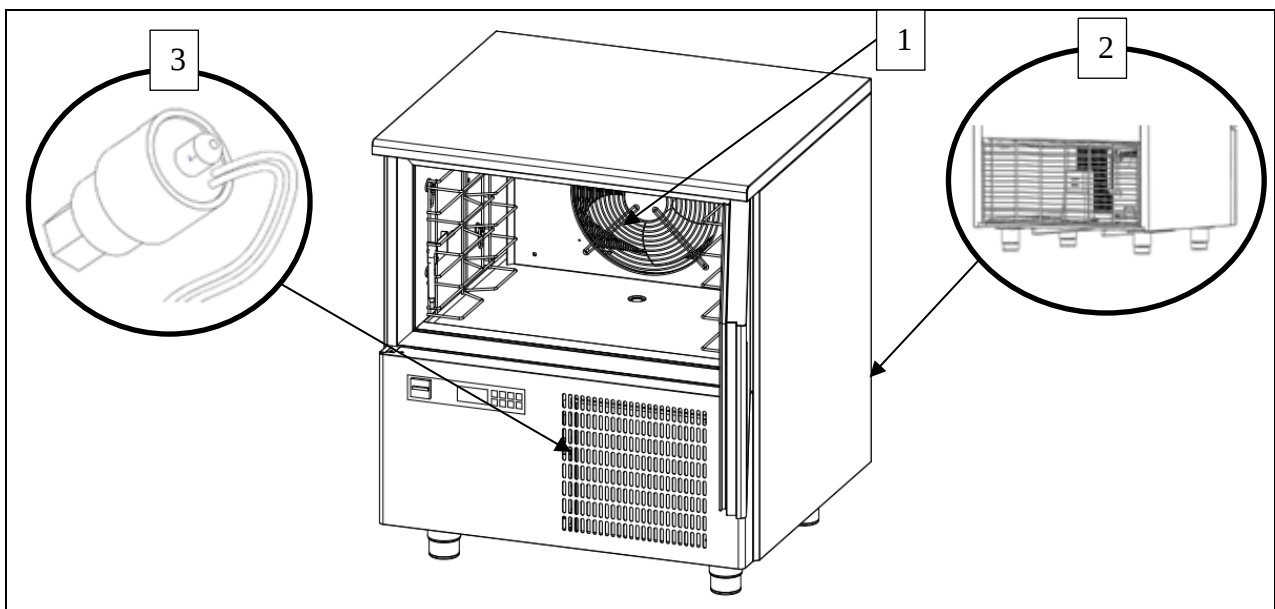

Fig. 2
- Grilles recouvrant les hélices d'aération (réf. 1 fig. 2);
- Grilles recouvrant l'unité de condensation (réf. 2 fig. 2).
- Capteur (réf. 3 fig. 2) monté sur le circuit frigorifique qui mettra la machine en stand-by si les températures de l'installation sont anormalement élevées.